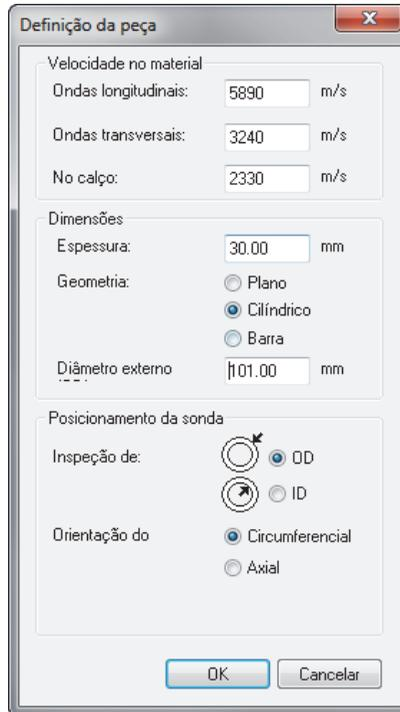

Figura 4-14 Caixa de diálogo Definição de peça
4. Na caixa de diálogo **Definição da peça** (Figura 4-14 na página 115), proceda da seguinte forma: